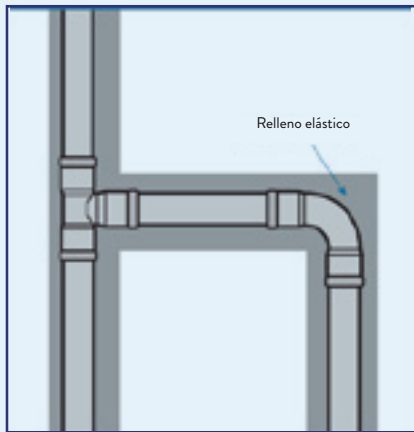

Fig. 1
Las instalaciones modernas se conducen, con excepción de las instalaciones de uso industrial, raras veces de forma visible colocándose normalmente de forma empotrada y a lo largo de revestimientos del suelo flotantes. En el caso de instalaciones visibles o de aquellas que se conducen bajo galerías, hay normalmente espacio suficiente. Sin embargo, en conducciones que deben ser ocultadas debe utilizarse un relleno protector elástico de material aislante, como por ejemplo, lana de vidrio o plástico (espuma de poros cerrados) (Fig. 1).
- Diámetros Ø15, 18, 22, 28, 35, 42 y 54 con extremos HH para prensar, fabricados en AISI-316L (1.4404) (fig. 1)
(Fig. 1)